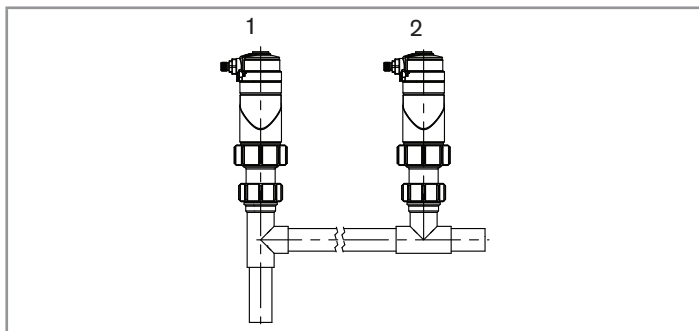

Fig. 10 : Positions de montage de l'ensemble raccord-appareil dans le tuyau.
Si le pH ou le potentiel d'oxydoréduction est mesuré dans des liquides chargés, pouvant créer des dépôts en fond de tuyau, privilégier la position de montage 1 (voir Fig. 10).
- Choisir un emplacement approprié sur le tuyau pour installer le raccord (voir Fig. 10).